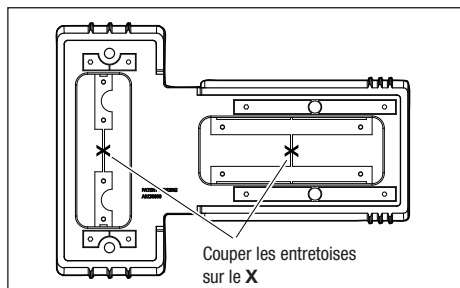

Figure 6. Découper les jeux d'entretoise de la base
- À l'aide d'une fraise, couper les barres en plastique reliant les jeux d'entretoises du haut et du bas comme illustré sur la Figure 6.